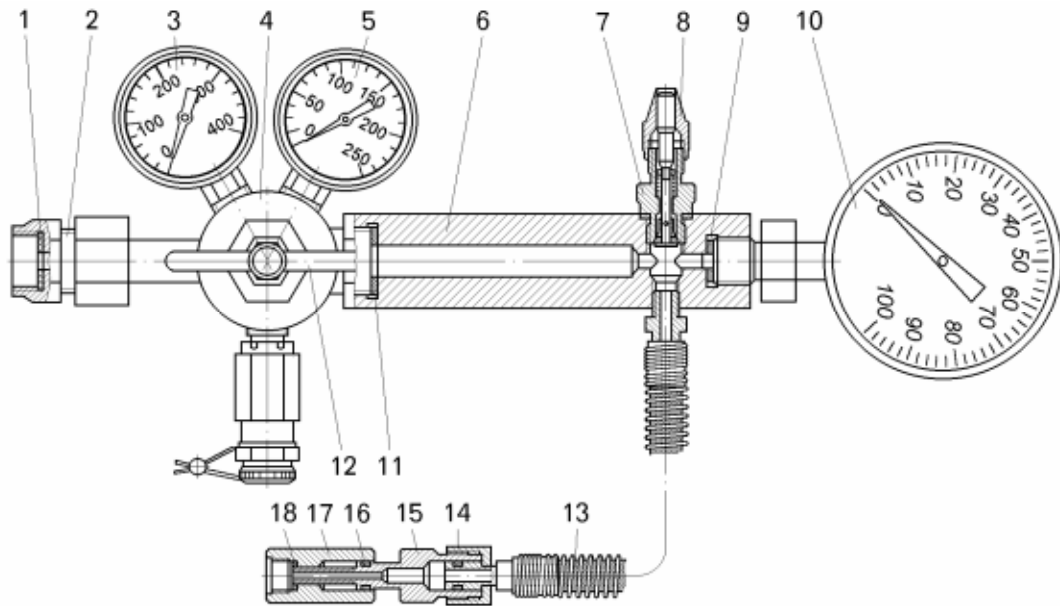

Рисунок 8.1.17 – Приспособление для зарядки цилиндров подвески:
- присоединить понижающий редуктор приспособления к баллону с азотом через переходник 2 (рисунок 8.1.17);
- вывернуть иглу 15 (смотри рисунок 8.1.17), закрыть вентиль на баллоне, отсоединить приспособление от заправочного клапана, проверить герметичность клапана и места его установки, закрыть клапан крышкой;